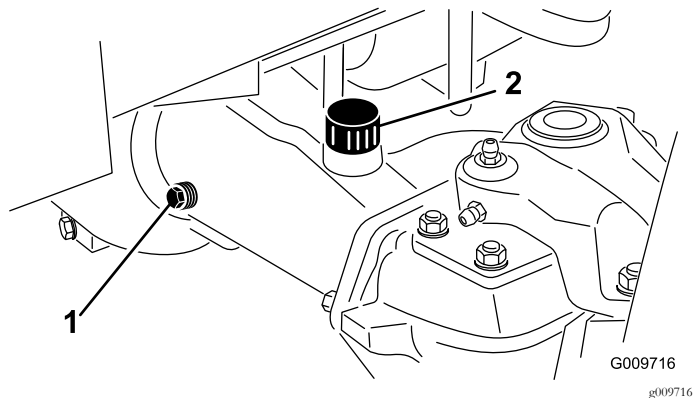

图56
2. 从轴的 1 端取出检查塞图56确保润滑油向上直至孔的底部。
注意 如果润滑剂过少请取出加注塞 (图56) 添加足够的润滑剂直至液位达到检查塞孔的底部。